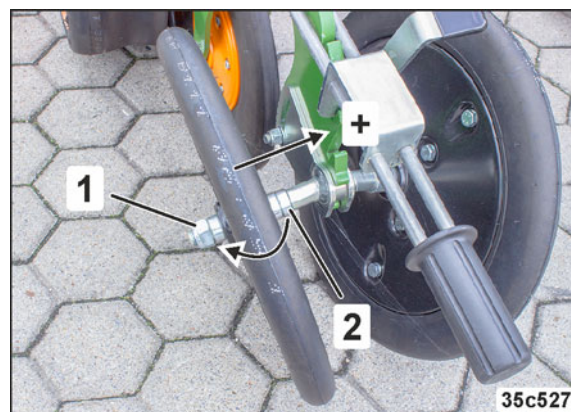

Рис. 180
3. Снимите контргайку (Рис. 180/1).
4. Снимите уплотняющий каток и переставьте распорные элементы (Рис. 180/2).